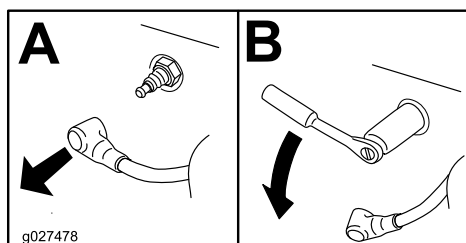

Bild 20
3. Entfernen Sie die Zündkerzen (Bild 20).